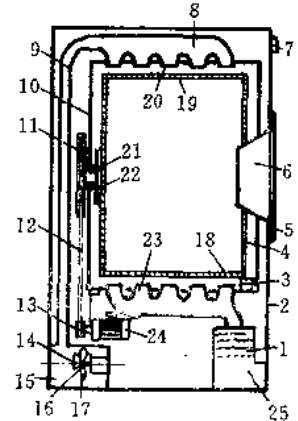

图1 一般干衣机结构
一般干衣机结构见图1所示。该结构是: 在外箱体②的前面有一窗口, 由门⑤关闭。控制板⑦安装在外箱体②前面的上端。带有金属丝网⑭的排气口位于外箱体②后的内侧, 并与抽风室⑮相通。内桶④有很多孔眼⑩均匀地与内箱体表面⑪相接。门⑤应和外箱体②前方的窗很好地配合, 以能方便地放入和取出衣料。水平布置的轴②, 其一端与内桶④的墙板⑫同轴地紧固; 另一端与皮带轮⑬紧固。内桶旋转的支承, 是安装在内箱体⑩的后侧板上。内箱体⑩前窗口, 内桶④的开口处及外箱体②的窗口, 三者均与门⑤相配合。皮带轮⑬由电机⑭驱动。电机⑭固装在内箱体⑩下方。支承轮③固装在水平轴②上, 而水平轴的另一端则安装在内箱体⑩上, 以便内桶旋转时起支撑作用。喷管⑮和吸管⑯与内桶圆柱表面贴近, 它们的喷口和吸口均正交相对, 并分别装于内桶的对侧。喷管⑮与加热室⑮相接通。风扇⑮由电机驱动。